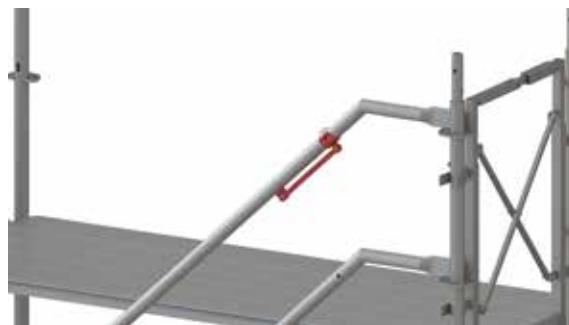

Figure 39 : Déblocage fixation supérieure.
7. La sécurité de la main courante supérieure de l'escalier est détachée (voir la figure 39) puis fixée sur la main-courant inférieure de l'escalier (voir figure 40).